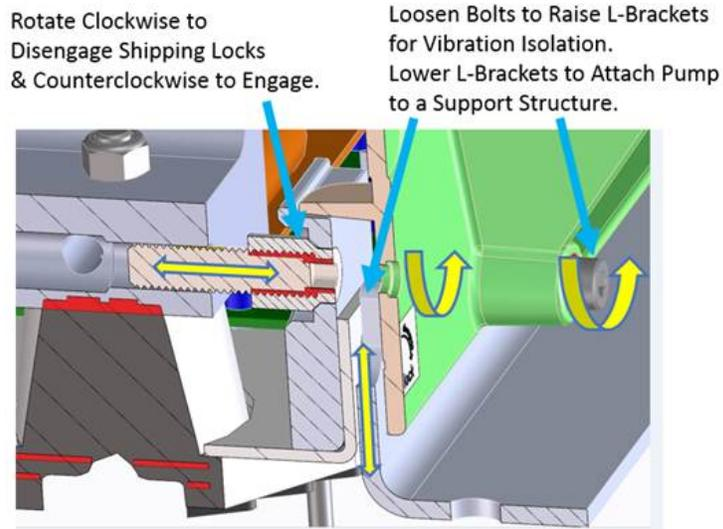

Figure 3 Shipping Locks Disengagement
- Disengage shipping locks and enable vibration isolation by inserting a 4 mm Allen wrench into each of the four shipping lock access holes (*Figure 3 on page 17*) and turning the screws clockwise until significant resistance occurs. The pump body is now floating on its isolation mounts.
Engage the shipping locks (Figure 3) when shipping, moving a long distance or during long-term storage.
Avant d'utiliser l'IDP-15 désenclenchez les verrous de navigation (Figure 3 on page 17).
6. Désenclenchez les verrous de navigation et activez l'isolation vibratoire en insérant une clé Allen de 4 mm dans chacun des quatre trous d'accès des verrous de navigation (*Figure 3 on page 17*) et en tournant les vis vers le sens horaire jusqu'à ce qu'une résistance importante se produise. Le corps de la pompe flotte maintenant sur ses supports d'isolement.
Enclenchez les verrous de navigation (Figure 3 on page 17) lors de l'expédition, sur de longues distances ou lors de l'entreposage à long terme.
Engage the shipping locks (Figure 3 on page 17) when shipping, moving a long distance or during long-term storage.